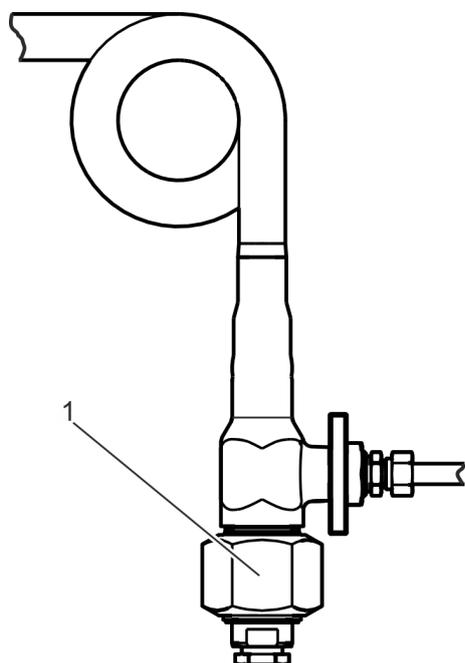

Fig. 17: Soltar la tuerca de racor
Suelte la tuerca de racor (Fig. 17/1) girando la llave del 60 aproximadamente 5 vueltas hacia la izquierda.
8. ➔ Suelte totalmente la tuerca de racor (Fig. 17/1).